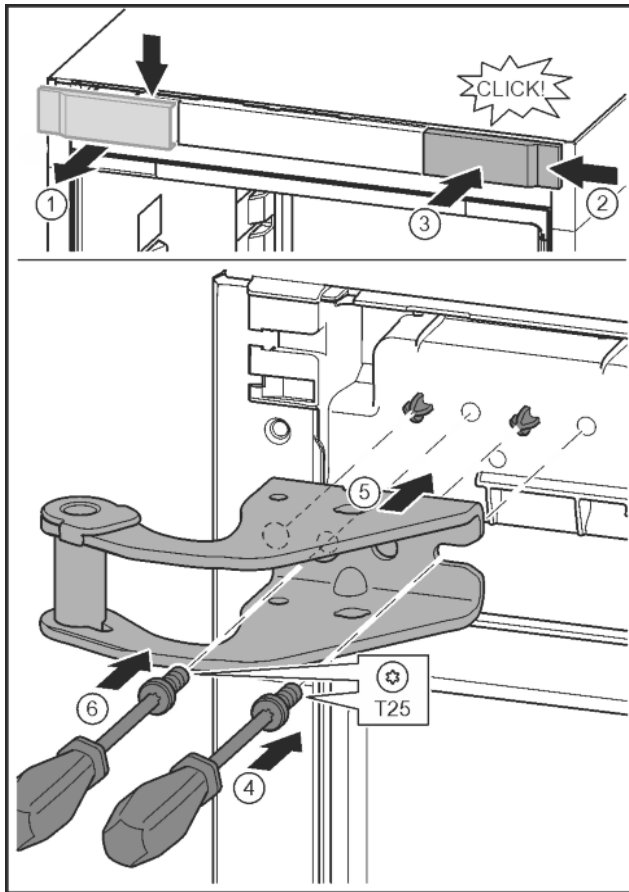

Fig. 13
- ▶ Abdeckung mit Hilfe eines Schraubendrehers lösen und seitlich abnehmen. Fig. 13 (1)
- ▶ Abdeckung um 180° gedreht auf der anderen Seite von rechts einhängen. Fig. 13 (2)
- ▶ Abdeckung einrasten. Fig. 13 (3)
- ▶ Schraube mit Schraubendreher T25 ansetzen. Fig. 13 (4)
- ▶ Oberen Lagerbock ansetzen. Fig. 13 (5)
- ▶ Schraube festdrehen. Fig. 13 (4)
- ▶ Schraube mit Schraubendreher T25 einsetzen und festdrehen. Fig. 13 (6)